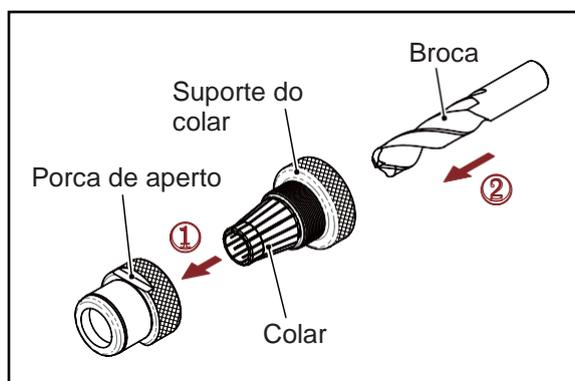
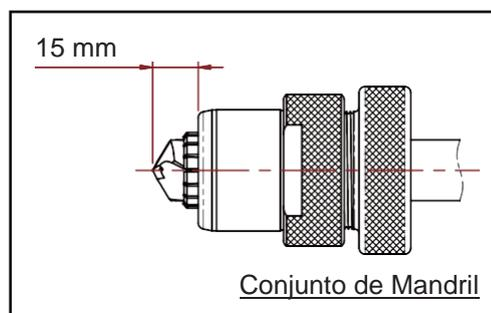

Fig. 6-2
Fig. 6-3
3. Rosqueie um pouco pela porca de aperto (Fig. 6-2 Etapa ①), em seguida insira a broca através do suporte do colar (Fig. 6-2 Etapa ②) e empurre até que a broca saia cerca de 15 mm da porca de aperto. (Fig. 6-3)